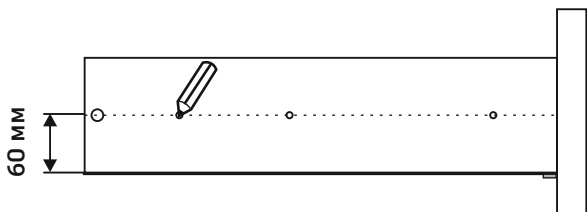

Рис.9
1. Провести линию карандашом на боковых стенках ящиков (левых, п.15 (4 шт) и правых, п.16 (4 шт), совмещая существующие накладки. При этом, расстояние от нижней кромки боковых стенок ящиков до линии должно быть одинаковым (см. рис.9)